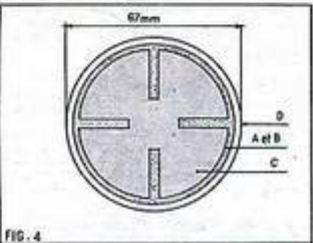

FIG. 4
La cellule nue est présentée figure 4. C'est un disque de 67 mm de diamètre, et très plat (2 mm d'épaisseur environ). La pièce principale de notre boîtier est constituée par une boîte en matière plastique ayant 67 mm de diamètre intérieur. Nous avons utilisé une boîte vide ayant contenu un ruban de 15 mm pour machine à écrire. Par ses dimensions et sa nature (matière plastique), la dite boîte convient à la perfection. En son centre et à l'intérieur, on perce un trou de 3 mm de diamètre. Dans ce trou, on fixe une borne (F) à l'aide d'une vis à métaux en cuivre, de 3 x 15, avec ses deux écrous, également en cuivre. A l'intérieur de la boîte, et sous un écrou de la borne F, on fixe une petite bande de cuivre de 2/10 d'épaisseur maximum, et écrou (de façon qu'elle soit très élastique). Au préalable, on la nettoie parfaitement avec de la toile d'émeri fine, et on lui donne la forme d'un U (comme indiqué en G sur la figure 5). Cette bande de cuivre, entrera en contact ferme, tout en demeurant doux, sur la face postérieure de la cellule. Afin de pouvoir orienter la cellule dans toutes les directions, de manière qu'elle soit apte à capter le maximum de lumière lors de son utilisation... Nous avons monté ce boîtier sur un ancien détecteur à galène (H). La seule petite modification à apporter à ce détecteur est de remplacer son chercheur par une cosse à souder à trou de 3 mm (I), soude elle-même au bras du détecteur, et fixée par son tron sur la borne F. Le détecteur H est fixé sur une petite planchette en matière isolante (bakélite, fibre, etc.) (J). Dans du cuivre de 2/10 d'épaisseur maximum, et écrou, on découpe une pièce conforme à la représentation de la figure 6 (K et L). Une fois réalisée, cette pièce devra être soigneusement nettoyée avec de la toile d'émeri fine. La partie K de cette pièce viendra en contact franc avec le collecteur (D) de la cellule photo-électrique. Sa languette (R), constituée le pôle négatif (-) de la cellule. On connecte électriquement la dite languette à une borne fixée sur la planchette (J) comme nous-mêmes nous